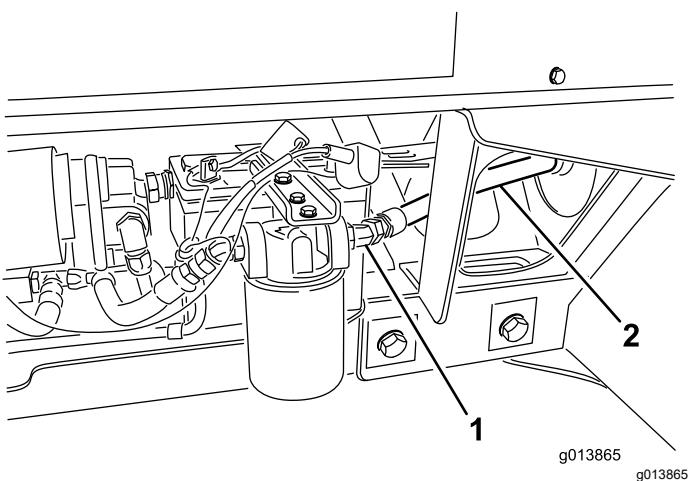

Рисунок 11
8. Подсоедините гидравлический шланг №3 к выпускному штуцеру фильтра (Рисунок 11).